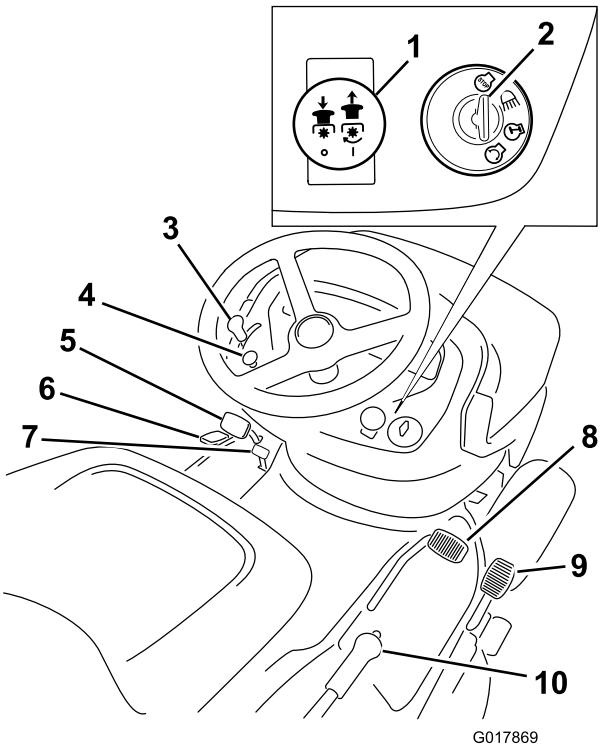

Bild 4
Machen Sie sich mit den Bedienelementen vertraut (Bild 4), bevor Sie den Motor anlassen und die Maschine einsetzen.
1. Treten Sie das Bremspedal (Bild 4) durch und halten Sie es gedrückt.
1. Treten Sie das Bremspedal durch (Bild 4).
2. Ziehen Sie das ZWA-Handrad heraus in die Ausgekuppelt-Stellung (Bild 4).
2. Drücken Sie das Zapfwellenantriebshandrad (ZWA) rein in die Auskuppeln-Stellung (Bild 4).
4. Kuppeln Sie den Zapfwellenantrieb (ZWA) aus, siehe Bild 4.